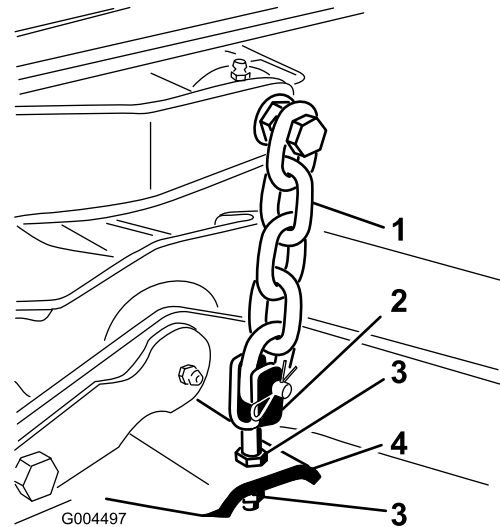

Figura 77
7. Ajuste as porcas de segurança que prendem as forquilha/correntes da plataforma traseira para elevar a traseira da plataforma de forma a que a inclinação da lâmina fique definida para 8 mm (Figura 77).